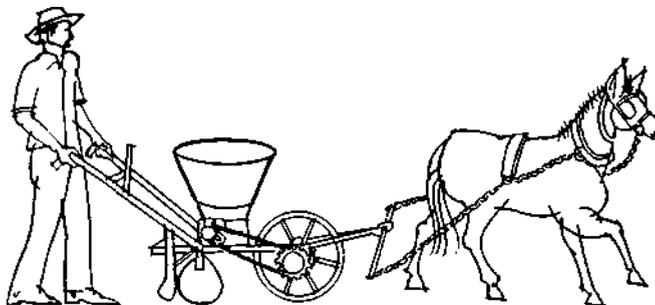

fig. 6
- f) Toque o animal, percorrendo a distância marcada, com a saída de adubo aberta e a máquina levantada. Engate a alavanca que abre a saída de adubo na primeira marca e desengate na marca dos 50 metros (fig. 6).